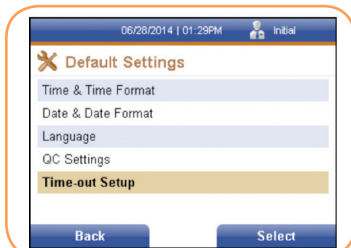

FIGURA 17
1. Escriba los intervalos de tiempo que desee en los campos de texto mediante las teclas numéricas en el lector, pulse la tecla programable derecha para aceptar los cambios realizados en los intervalos, o bien seleccione la tecla programable derecha para descartar los cambios realizados en las opciones de tiempo. Con cualquiera de las dos opciones, el usuario volverá al menú anterior (Figura 17).